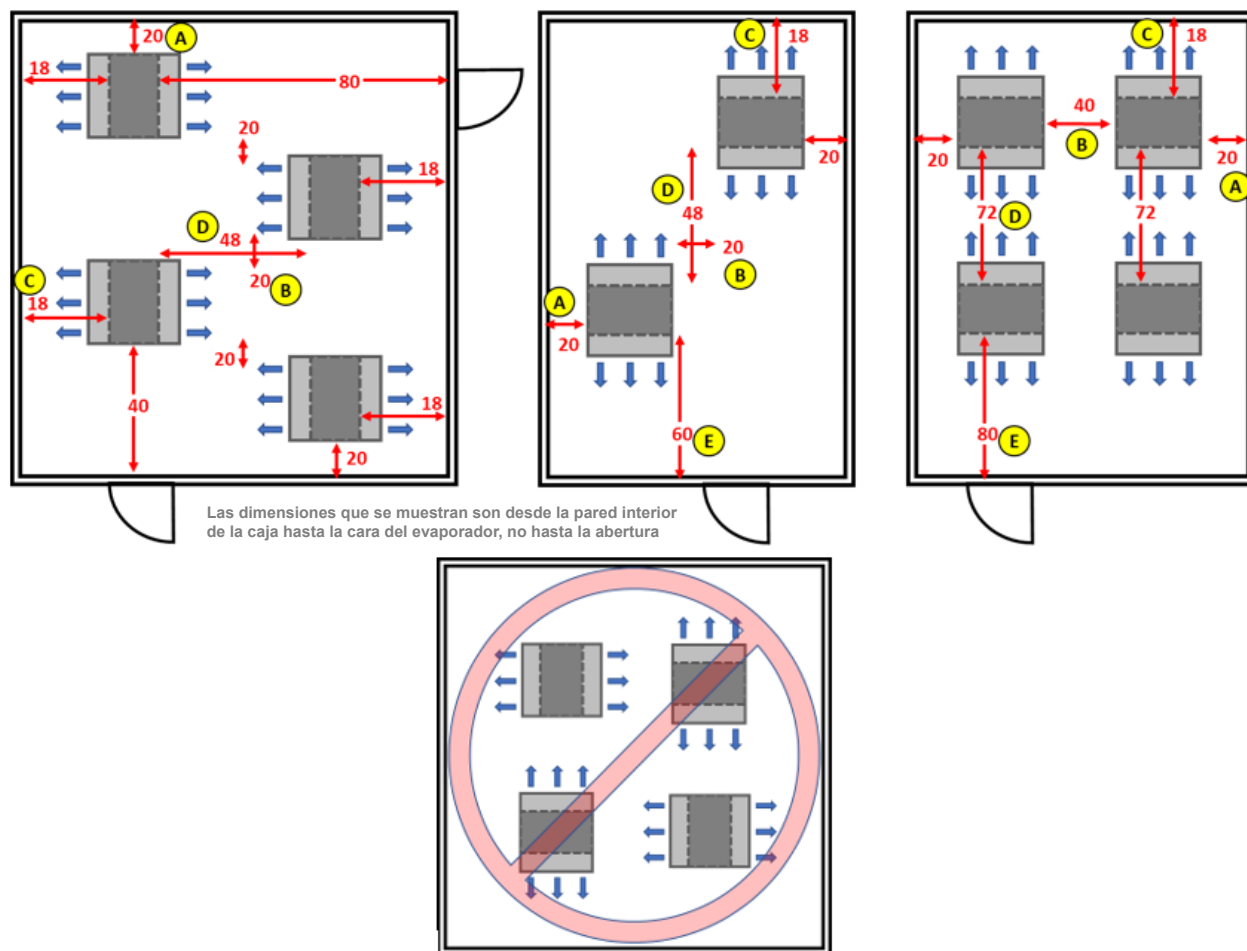

Figura 2 – Vista del flujo de aire en el techo - lado frío - Distancias mínimas para la instalación
- La distancia estándar entre el lateral de la unidad evaporadora y las paredes de la cámara o los productos almacenados es de 20 pulg. Vea "A" en la Figura 2.
- La distancia estándar entre el lateral de la unidad evaporadora y el lateral de la unidad evaporadora cercana es de 20 pulg. si se disponen de forma alternada o de 40 pulg. si están alineadas. Vea "B" en la Figura 2.
- La distancia mínima entre el lado de salida de aire del evaporador y la pared de la cámara o los productos almacenados es de 18 pulg. Vea "C" en la Figura 2.
- La distancia mínima entre dos unidades, cuando el lado de salida de aire de un evaporador está alineado con el del otro es de 72 pulg., si las dos unidades están dispuestas de forma alternada esa distancia mínima es de 48 pulg. Vea "D" en la Figura 2.
- La distancia mínima entre las salidas de aire del evaporador si sopla directamente hacia la puerta es de 80 pulg. Si no sopla directamente, es de 60 pulg. Vea "E" en la Figura 2.
- Consulte en la Figura 2 las distancias mínimas recomendadas para las instalaciones dispuestas de forma alternada y alineadas.
- No gire las unidades. La salida de aire caliente de una unidad soplará hacia el lado de entrada de aire de la otra unidad (igual que en la Figura 2 de arriba).